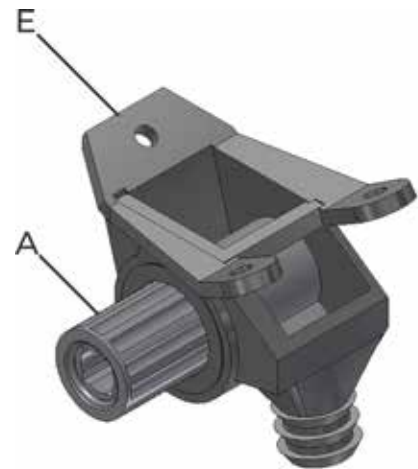
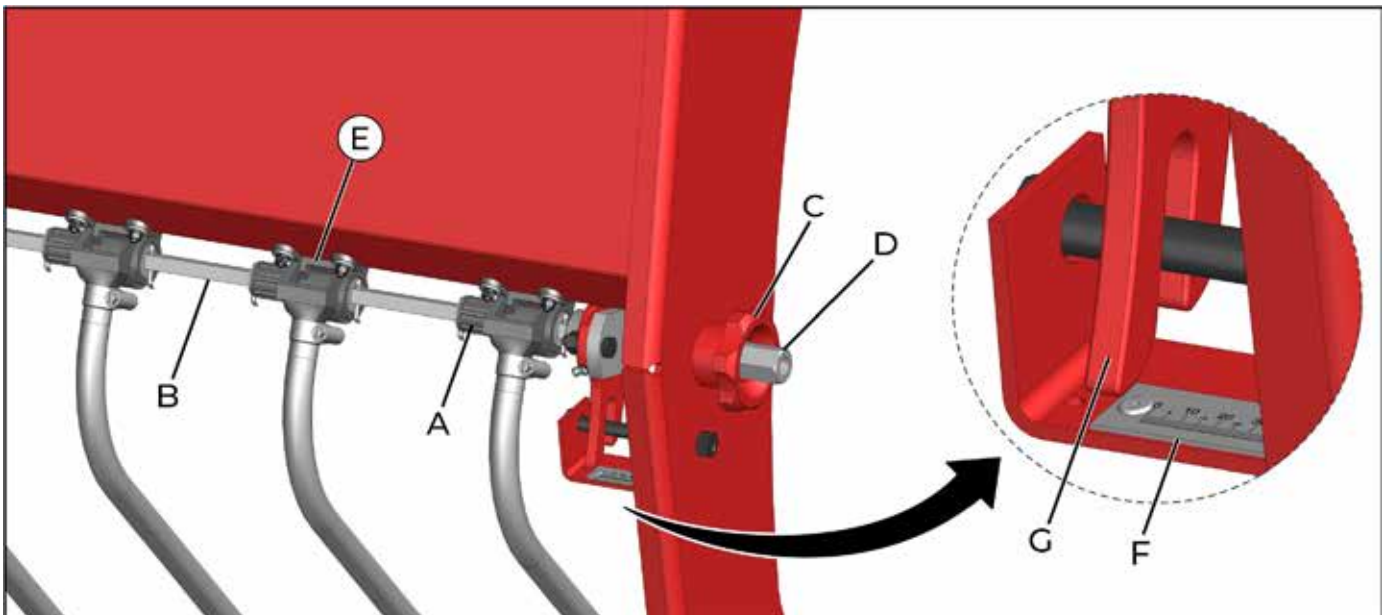

fig. 39
fig. 40
A distribuição de sementes miúdas é realizada por um rotor (A) (fig. 39/40), montado em um conjunto dosador de sementes miúdas (E), o qual é acionado por um eixo quadrado (B) (fig. 40), com a possibilidade de deslizamento sobre esse eixo, determinando uma maior ou menor quantidade de sementes a ser distribuída.